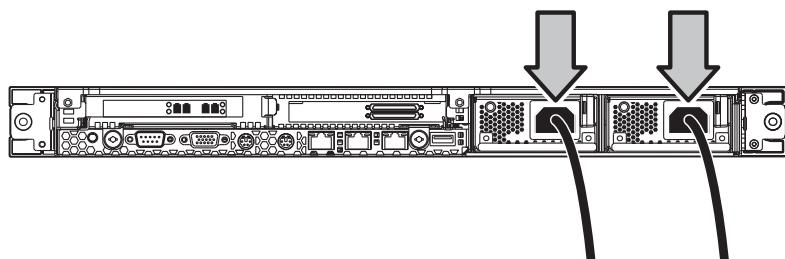

図 12. AC電源へのノード電源装置の接続
4. ノード電源装置のAC入力ソケットを、付属の電源ケーブルを使ってAC電源に接続します（図 12）。